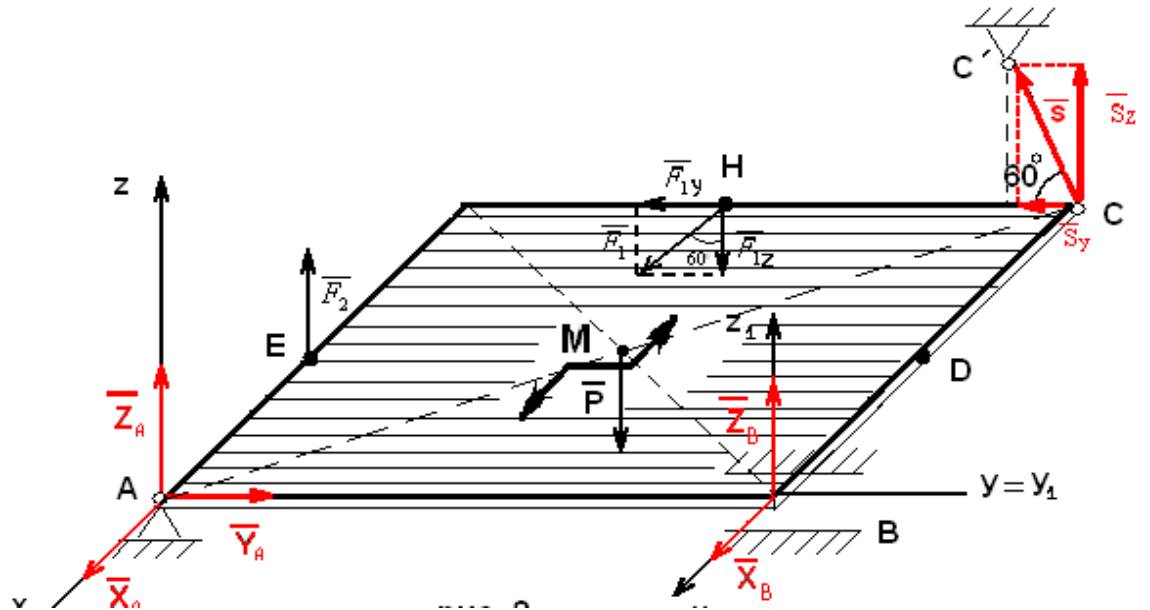

Рисунок 12
реакцию цилиндрического шарнира (подшипника) B – на две составляющие $\overline{X}_B$, $\overline{Z}_B$ (в плоскости, перпендикулярной оси подшипника), реакцию $\overline{S}$ стержня направляем вдоль стержня CC' , предполагая, что он растянут и разлагаем $\overline{S}$ на две составляющие: $S_z = S \cdot \sin 60^\circ$; $S_y = S \cdot \cos 60^\circ$ (так как стержень CC' в плоскости, параллельной yz) – рис. 12.
2. Вводим систему отсчета $BX_1Y_1Z_1$ (рис.12). Для полученной пространственной произвольной системы сил (рис.12) для определения шести неизвестных реакций опор – $\overline{X}_A$, $\overline{Y}_A$, $\overline{Z}_A$, $\overline{X}_B$, $\overline{Z}_B$, $\overline{S}$ – можно составить шесть уравнений равновесия: